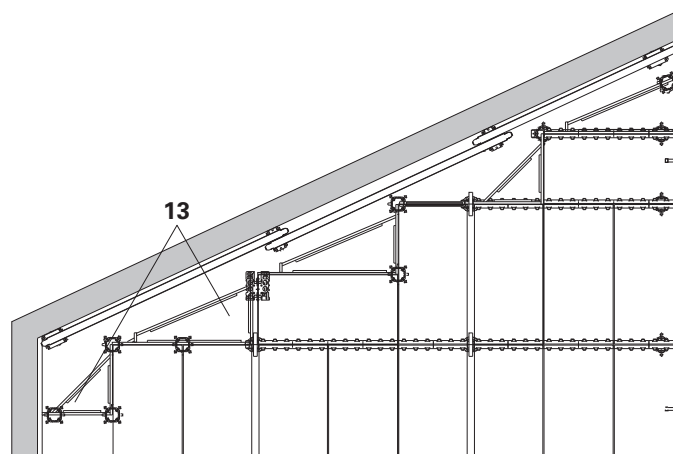

Fig. 36
3. Placer le cadre triangulaire (13) sur un appui (poutrelle primaire, tête d'étais ou tête combi, support de rive). (Fig. 36)